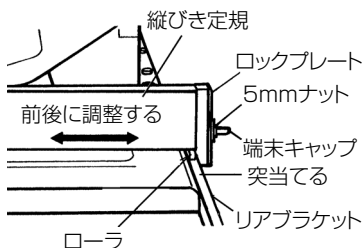

図 33
- ⑤ 縦びき定規をのこ刃に密着させ、のこ刃と平行にします。
- ⑥ 図 33 のように、ローラがテーブルに接触しないように、縦びき定規を前後に動かして、ローラがテーブルにさわらず、正しくリアブラケットの上に乗るようにします。
縦びき定規と、のこ刃の平行を調整するため、5 mm ナット (図 33 参照) をゆるめるとき、またロックレバーを下に倒しても後側の固定部が動きやすいときは、5 mm ナットの締付けを調整して、縦びき定規が確実に固定できるようにしてください。
- ④ 5 mm ナット (図 33 参照) を右にまわして、ロックプレートをリアブラケットに突当てます。
- ⑤ 突当ててから、さらに 1 ~ 2 回転右にまわして、固定力を確認します。
- ⑥ 末端キャップを押し込みます。(図 33)
(4) 縦びき定規のインジケータ位置調整